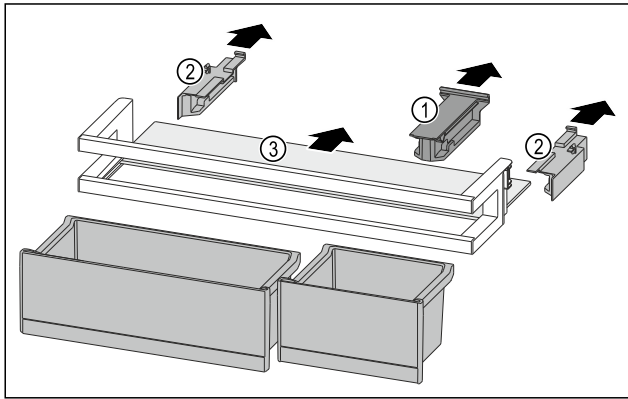

Fig. 248
- ▶ 拉出定位件 Fig. 248 (1)。
- ▶ 拉出侧面部分 Fig. 248 (2)。
- ▶ 取出搁板 Fig. 248 (3)。